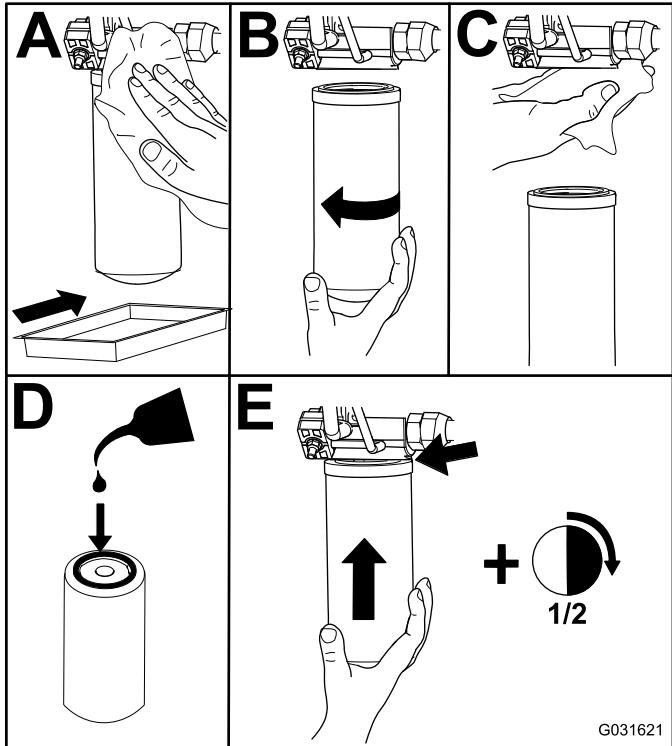

Bild 105
2. Tauschen Sie die Hydraulikfilter aus (Bild 105).